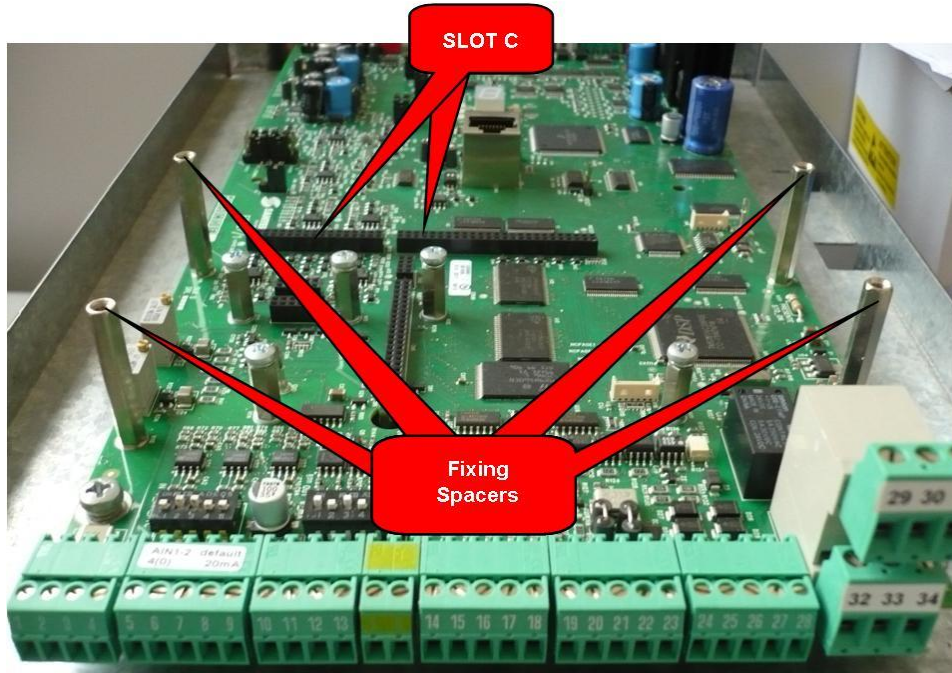

Figura 141: Posizione dello slot C all'interno del coperchio morsettiera Inverter
3. Rimuovere il coperchio di protezione della morsettiera dell'inverter agendo sulle due viti frontali nella parte bassa del coperchio. Risulta così accessibile lo slot C della scheda di controllo sul quale va installata la scheda ES861 come visibile in Figura 141.